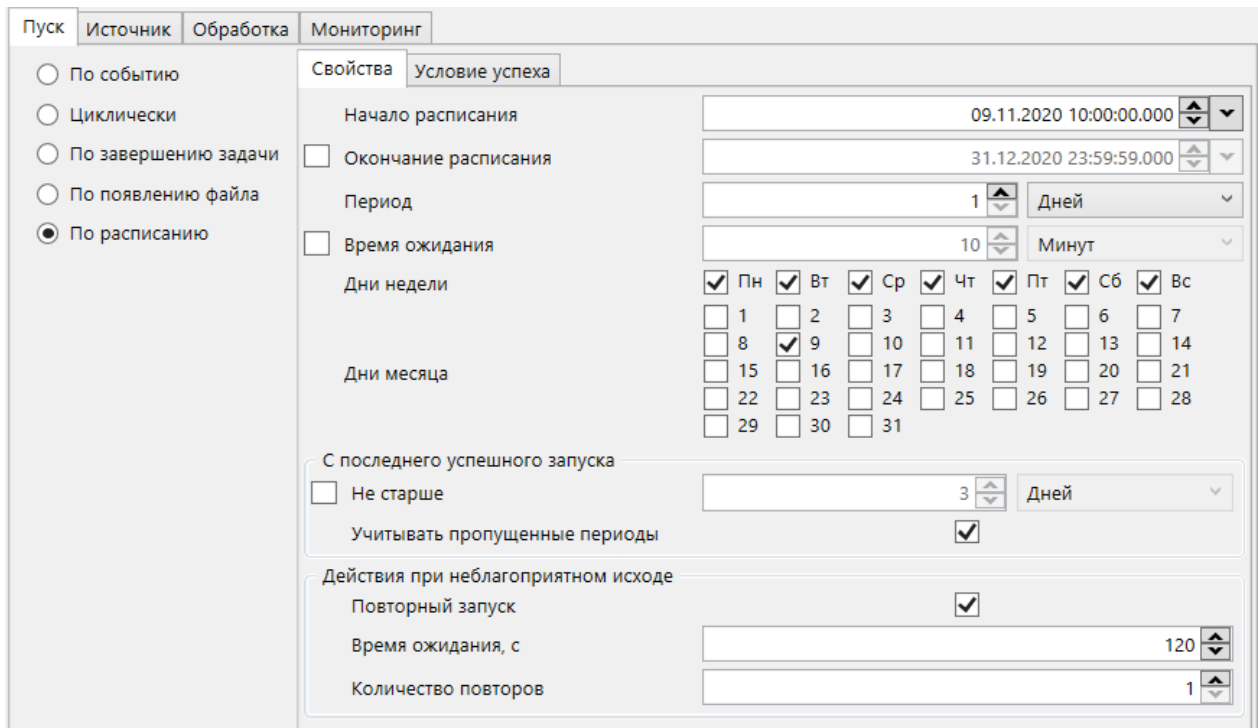

Рисунок 259 – Режим запуска обработчика файлов «По расписанию»
– «По расписанию». Запуск обработчика файлов выполняется согласно заданному расписанию (рисунок 259). Перечень и описание свойств расписания представлены в таблице 193.